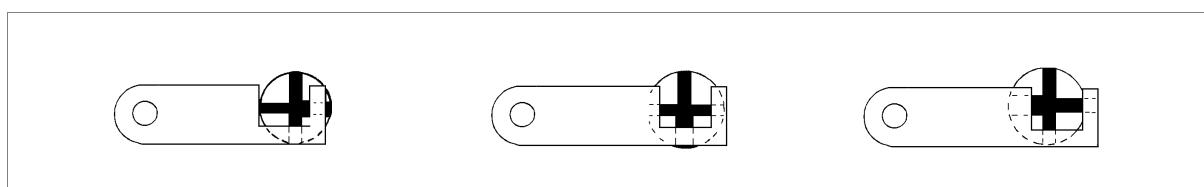

Fig. 19
- 3) apoye el tope de la llave contra la barra en una de las tres posiciones (fig. 19).